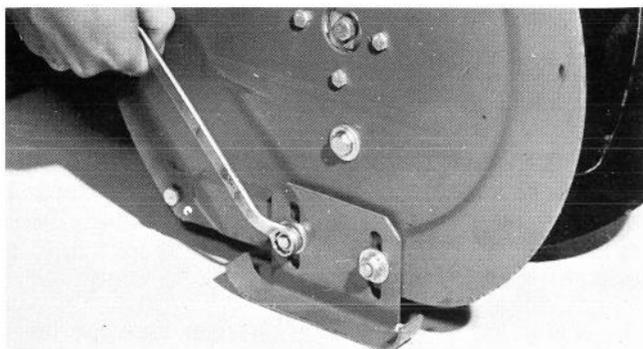

Figure 32
1. Disposez la déneigeuse sur une surface plane et de niveau. Desserrez ensuite les quatre écrous à collerette (Fig. 32) fixant les deux patins aux plaques latérales du logement de tarière. Les patins doivent pouvoir coulisser vers le haut et vers le bas.
4. Si vous utilisez la déneigeuse sur une surface de gravier ou de pierre concassée, desserrez les quatre écrous à collerette (Fig. 32) retenant les patins aux plaques latérales du logement de tarière. Descendez ensuite les patins pour que la tarière soit aussi loin que possible de la surface plane et de niveau, puis resserrez les écrous à collerette.